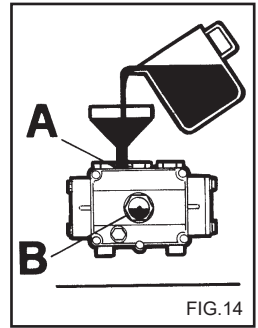

FIG.14
4) Закрутите пробку отверстия для слива масла, залейте новое масло через верхнее отверстие (рис. 14а) до уровня, указанного в смотровом окошке (рис. 14В).